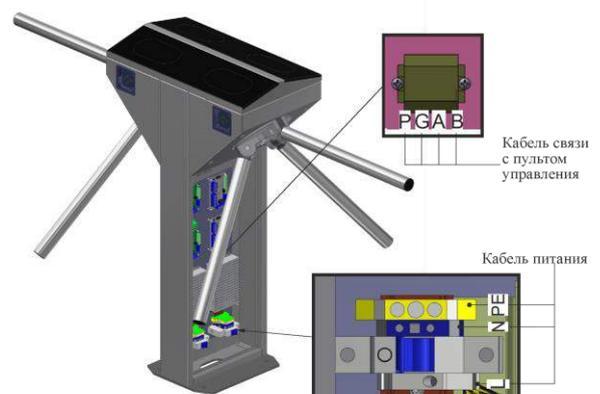

Fig. 15– Подключение кабеля питания и кабеля связи с пультом управления
13) Turnstile connection (Fig. 15):
- Neutral (N) to be connected to terminal ~230V;
- Earth (PE) to be connected to earthing terminal (PE).
б) Control panel link cable to be connected to the terminals (Fig.15):